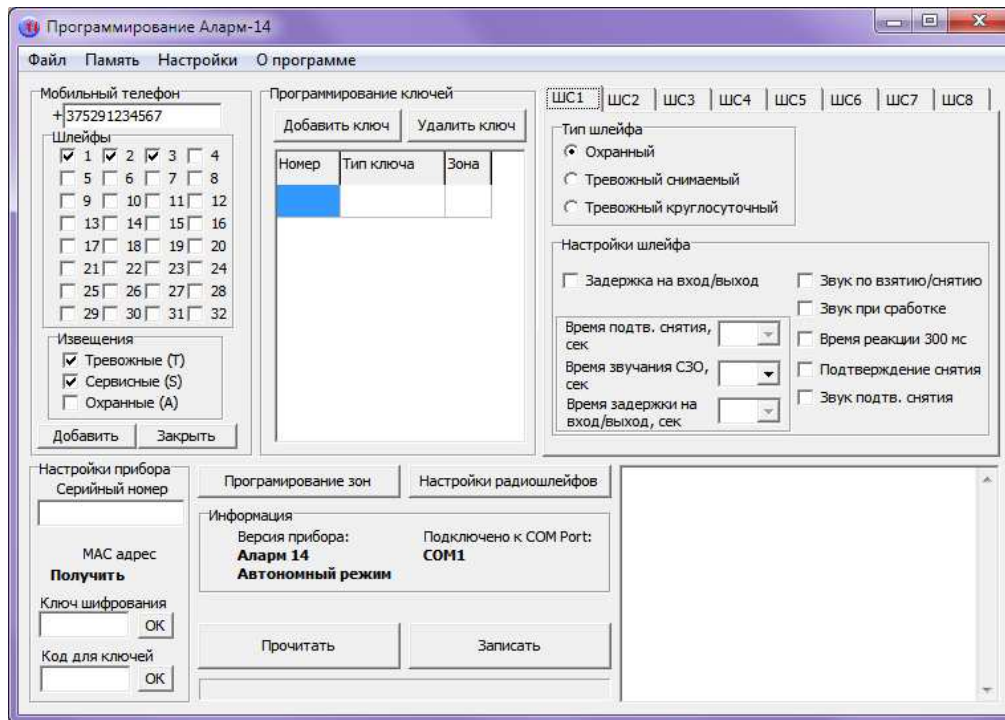

Рисунок 19.
4.4 Для добавления номера мобильного телефона на вкладке "Мобильные телефоны" (рисунок 19), введите номер мобильного телефона, отметьте шлейфы и тип извещений по которым будут формироваться SMS сообщения, нажмите кнопки "Добавить" и "Закреть".